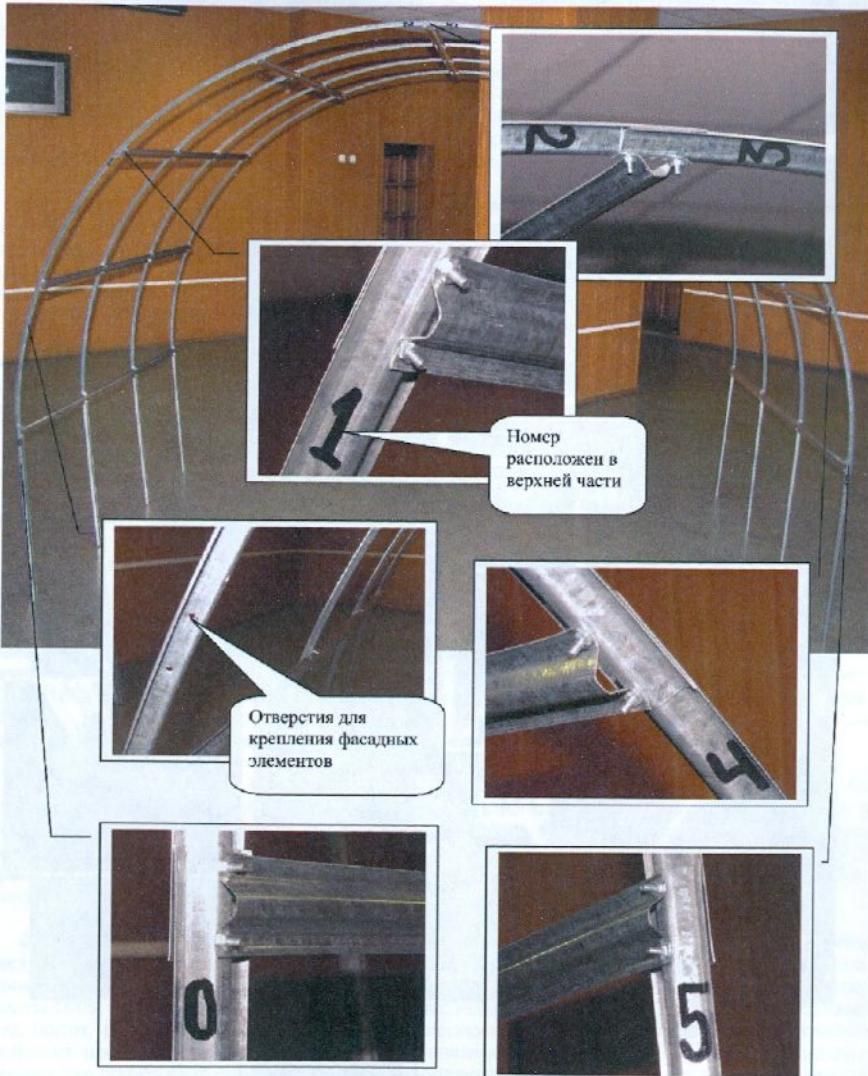

Рис. 3. Сборочные узлы теплицы.
4.3. Установка фундамента. Рис. 3. *Мы НЕ рекомендуем устанавливать теплицу без фундамента, т.к. это приведёт к её перекосу и прогибам. Фундамент представляет собой короб из досок 120Х40 мм., положенных на ребро. Короб изготавливается точно по внутренним размерам теплицы, доски соединяются шурупами 4Х70 в торец. Если нет доски, достаточной длины, они сращиваются доской изнутри. Фундамент необходимо выставить по уровню и проверить диагонали. *При плохо выставленном фундаменте СПК ляжет неровно, что может сократить срок его службы. Все шурупы входят в комплект. Фундамент крепится к земле про помохи шести деревянных колышев 60Х30Х600 мм. *Для увеличения службы деревянного фундамента рекомендуем произвести пропитку антисептиком.
4.4. Установка на фундамент. Рис. 3. На готовый фундамент установите теплицу, так чтобы верх рейки порога был на уровне верха доски фундамента, при этом концы стоек дуг будут на уровне низа доски. Последовательно прикрутите каждую стойку дуги к доске в нижнее отверстие шурупом 4Х30. В верхнее отверстие будет крепиться СПК через шайбу 40Х40. При правильно выставленном фундаменте, теплица должна стоять ровно без прогибов.
4.5. Обшивка СПК. Рис. 3. Сначала прикладываем к фасадным сторонам прямоугольные заготовки СПК *Раскрой СПК на рис. 6. и очерчиваем изнутри теплицы контур заготовок. Затем прикручиваем к дугам уголки для крепления СПК. Режется СПК садовыми ножницами или ножницами по металлу. Снимаем защитную плёнку.
4.6. Установка форточек в двери. Рис. 3 и 4. Прикрутите шарниры двери к стойке теплицы. Перед установкой форточки необходимо снять с двери вертикальный полоз, прикрепленный со стороны шарниров, наклеить на щель между дверью и стойкой полоску ленты ПХВ, шириной 40-50 мм., для предотвращения сквозняков. Затем, вставив форточку под полоз, расположенный со стороны противоположной шарнирам и прикрутить снятый полоз на место. Форточка должна свободно двигаться вверх-вниз. Для фиксации форточки служат две прижимные пластины, которые надеваются на концы торчащих винтов и крепятся каждая одним «барашком». Шпингалет крепится на четыре винта к стойке коробки. На двери необходимо отогнуть полоз для закрытия шпингалета. Чтобы форточка свободно заходила под верхнюю планку, аккуратно отогните её пассатижами.